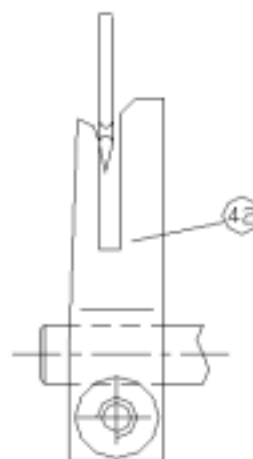

Fig. 18
El guardián de aguja (44) sirve para parar alguno se doblar de la aguja durante el coser de muy grueso trozos de tela. La parte del guardián de aguja que efectúa esta función es el equipo interior del diente más pequeño. Fig. 18.